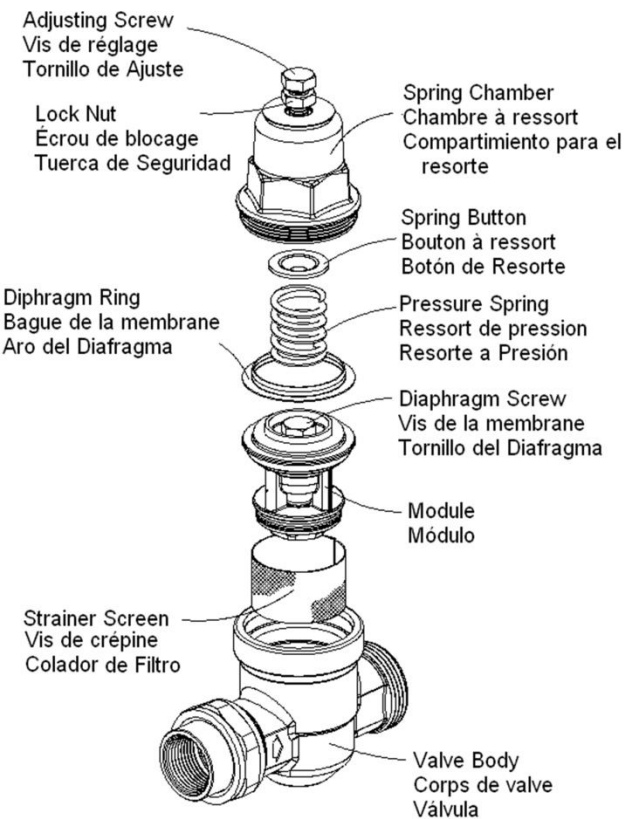

Fig. 7
Maintenance: (see Fig 7)
**Entretien:** (voir la fig. 7)